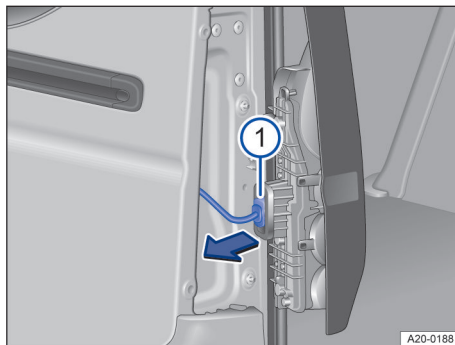

Fig. 174 La blocul optic spate: detașarea conectorului.
1. Decuplați fișa în sensul săgeții → fig. 174 ①.
4. Introduceți fișa la soclul becului → fig. 174 ①.